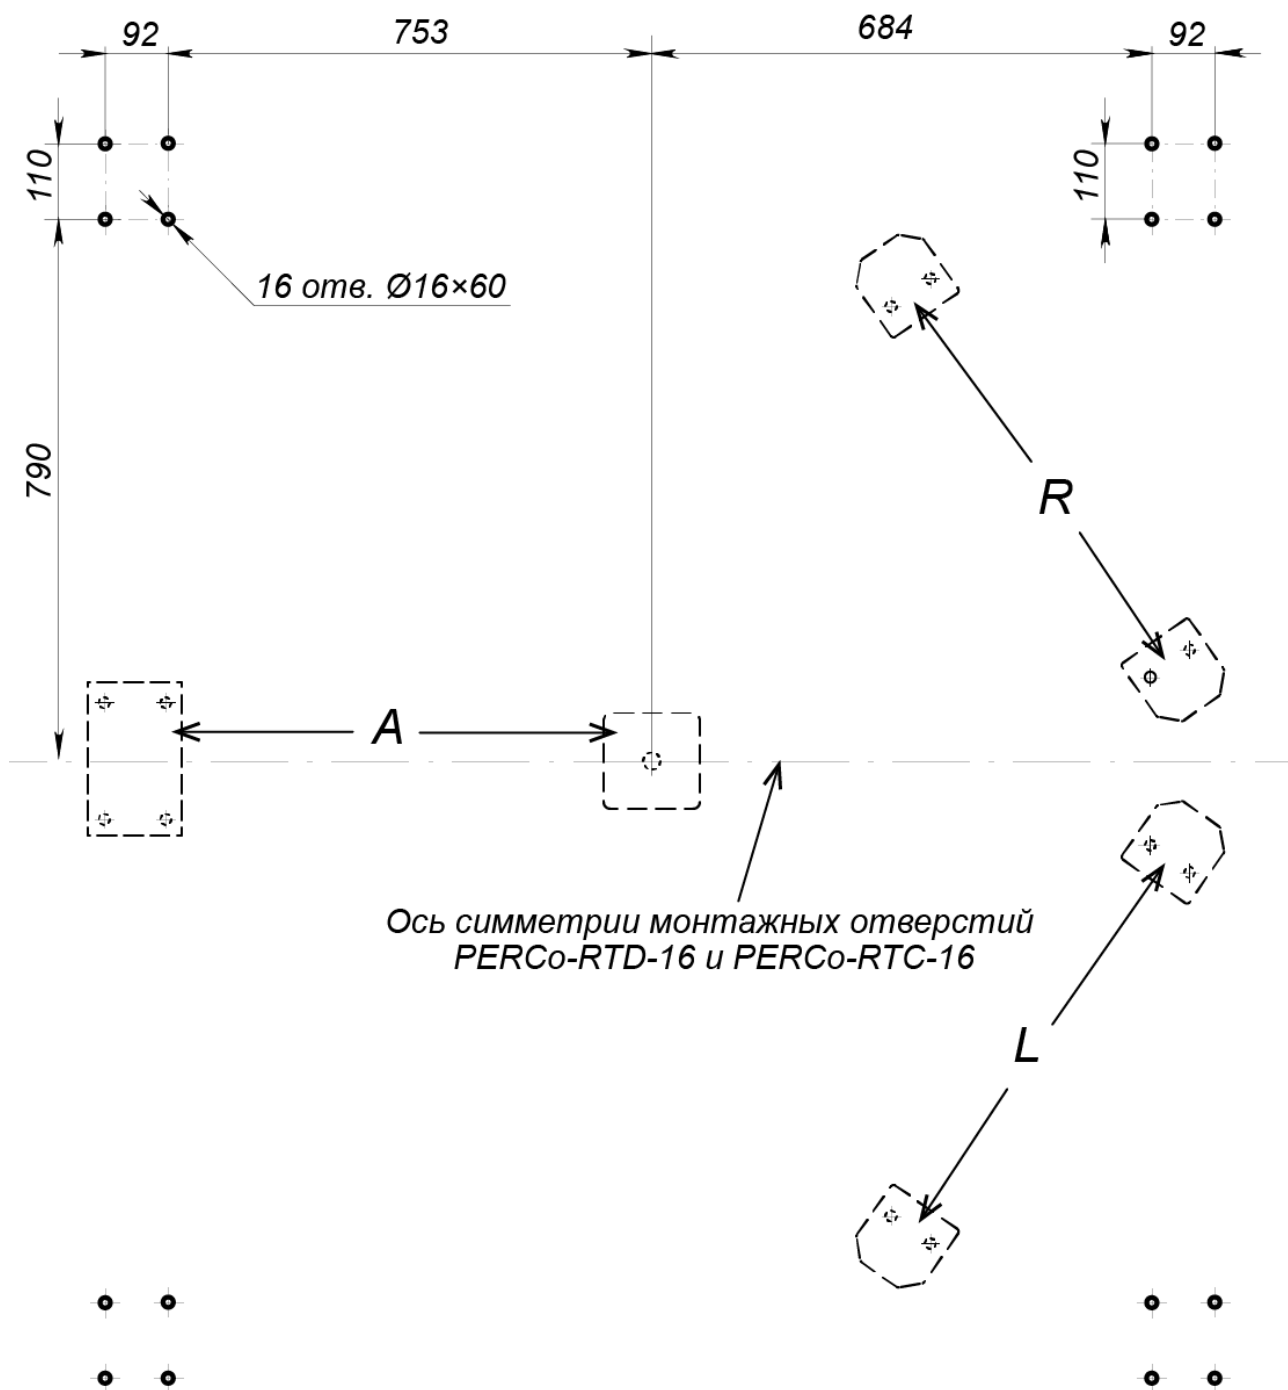

Рисунок 3. Схема разметки отверстий для установки крыши PERCo-RTC-16
2. Выполните на установочной поверхности разметку отверстий для монтажа стоек (3) в соответствии с рис. 3. Разметку отверстий для монтажа крыши рекомендуется выполнять одновременно с разметкой отверстий для монтажа турникета. Оси симметрии монтажных отверстий турникета и крыши совпадают (см. рис. 3).